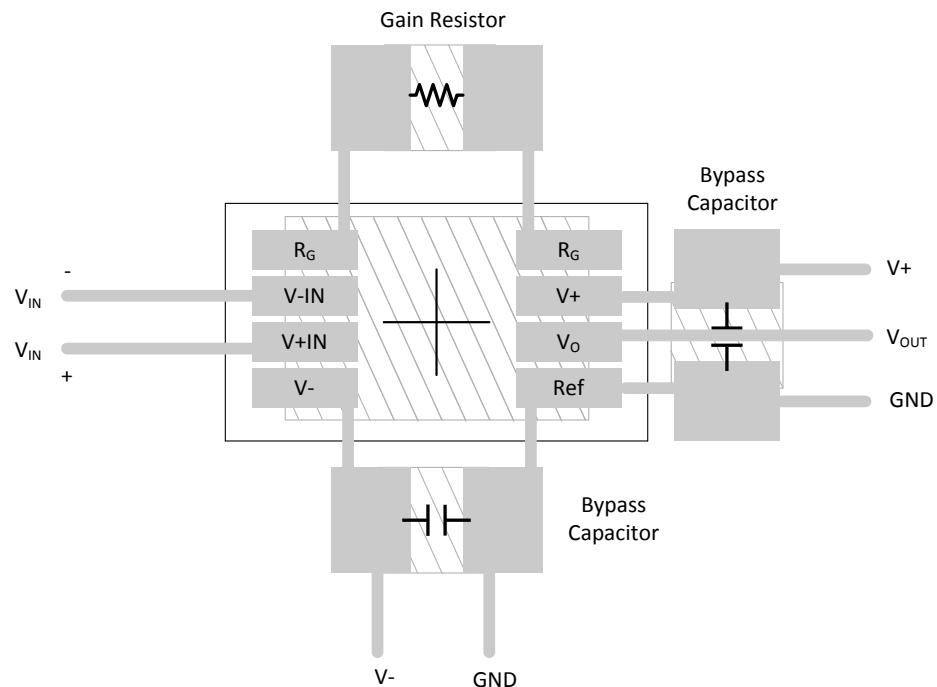

図 7-9. INA126 のレイアウト例
- 外付け部品は、可能な限りデバイスに近く配置します。図 7-9 に示すように、寄生容量を最小限に抑えるため、 R_G はピンの近くに配置します。